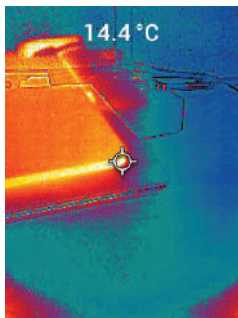

Abbildung 5.1 Kombiniertes Wärmebild und sichtbares Bild (MSX®)
6. Der Temperaturmesswert auf dem Display stellt die Messung des Zielpunkts dar. Siehe **Abbildung 5-1**.